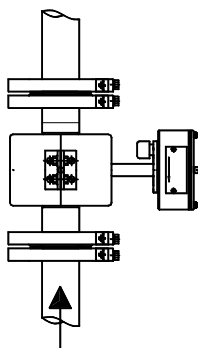

Рисунок 8.3
8.2.4 При возможном выпадении осадка, расходомер должен устанавливаться вертикально, при этом направление потока должно быть снизу вверх (см. рис. 8.3).